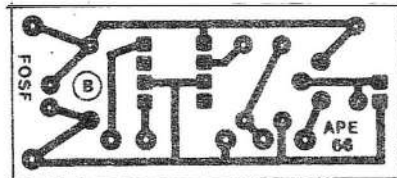

Fig.4
- FIG. 4 - LAY OUT DO CIRCUITO IMPRESSO ESPECÍFICO (MÓDULO B - RECEPTOR) - Valem as mesmas recomendações feitas quanto à placa do transmissor, vista na figura anterior... A plaquinha do receptor foi mantida no limite da miniaturização (ainda assim, sem que as coisas ficassem tão apertadas que o hobbysta precisasse usar uma lupa para a montagem...) e - além disso - contém um integrado, o que traz como consequência a presença de ilhazinhas muito pequenas e próximas umas das outras... Com isso devem ser redobrados os cuidados na confecção e na conferência final, buscando (e eliminando, se encontrados...) probleminhas como *curtos* ou lapsos, às vezes quase invisíveis a olho nú, mas que podem obstar o sucesso da montagem...